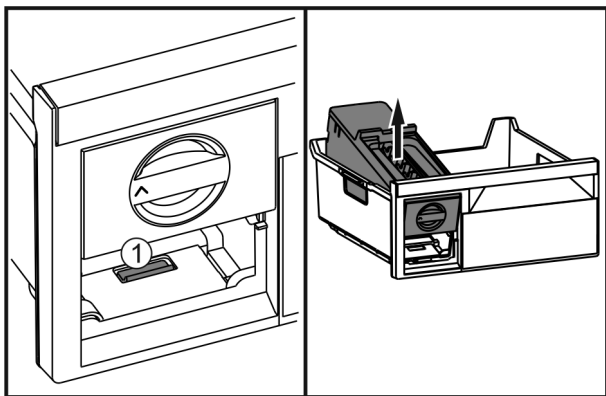

Fig. 48
- ▶ Нажать на накладку Fig. 48 (1), EasyTwist-Ice поднять сзади и вынуть из выдвижного ящика морозильника.